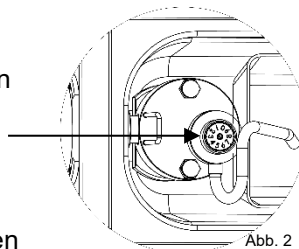

Abb. 2
- Drehen Sie die Luftregulierungsschraube im Uhrzeigersinn ganz zu (Stellung "0") und dann wieder auf den gewünschten Wert zurück (ablesen aus Richtung Auslauf). (Abb. 2)